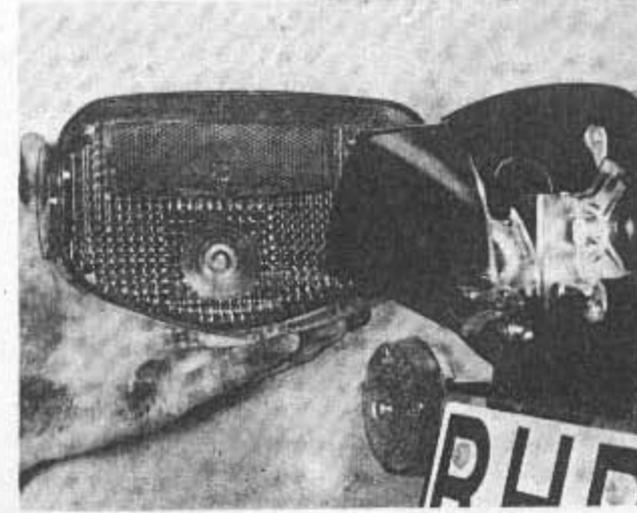

Bild 290
- Um zur Glühlampe Zugang zu erhalten, entferne man die vier Kreuzschlitzschrauben, welche die Plastikstreuscheibe des Rücklichts sichern (Bild 290). Die Glühlampe sitzt mit einem Bajonettverschluss in ihrer Fassung und besitzt an ihrem Sockel versetzt zueinander angeordnete Stifte, damit sie nicht verkehrt herum eingesetzt werden kann.